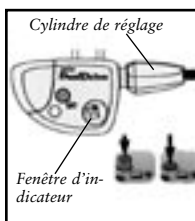

Figure 3.37 - Boîtier de système à indexation (sur le moyeu arrière)
2. Alignez l'indicateur sur la fenêtre du boîtier du système à indexation (Figure 3.37) en tournant le cylindre de réglage.
3. Appuyez sur le bouton du boîtier du système à indexation (Figure 3.37).